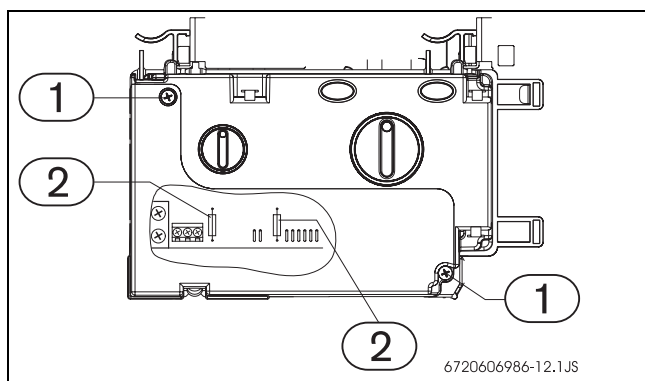

Fig. 20 Quadro comandi
- ▶ rimuovere le viti dello sportellino, presso il quadro comandi (→Fig. 20, pos. 1).
- ▶ Sostituire il/i fusibile/i (→Fig. 20, pos. 2).